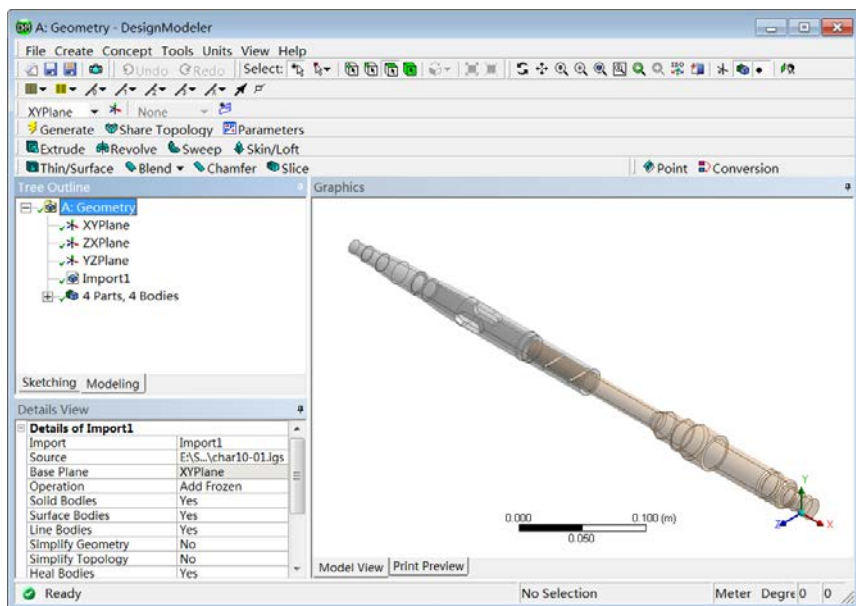

图 10-3 DM 操作界面
- 步骤 04** 双击 A2 栏进入到 DM 中，设置其单位为“Metric (mm,kg,N,s,mV,mA)”。在模型设计树中右击，在弹出的快捷菜单中选择“Generate”命令，即可显示生成的几何体，如图 10-3 所示，可在几何体上进行其他的操作。